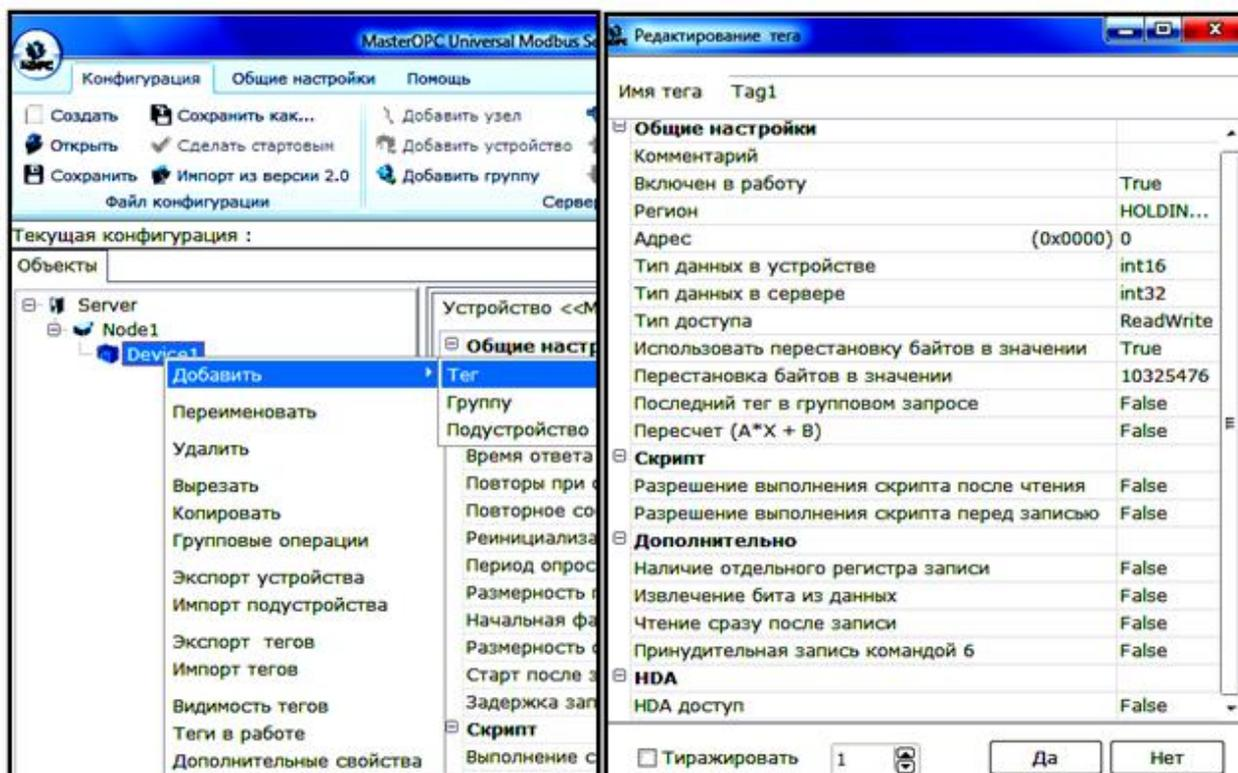

Рисунок 4. Пример настройки тега
4. В устройства через верхнее или контекстное меню добавляем теги или группу (рис.4)